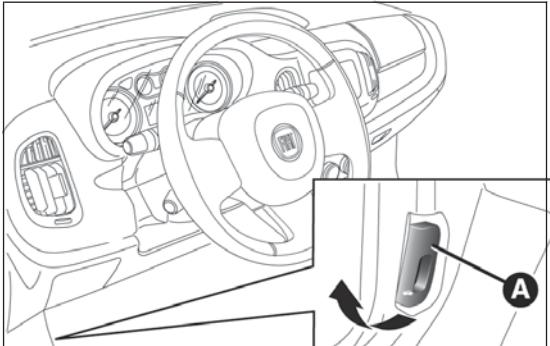

fig. 102
- tirare la leva A fig. 102 nel senso indicato dalla freccia;